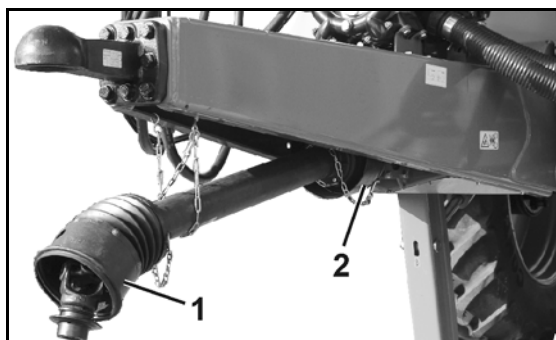

Bild 12
- Bild 12/...
(1) Kraftöverföringsaxelskydd med fästkedjor
(2) Maskinens skyddstratt